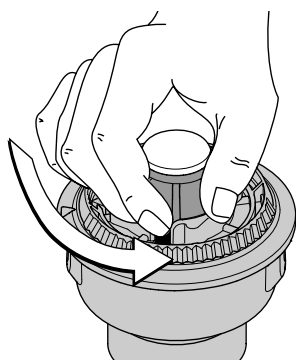

Fig. 26
1. Sostenga la bobina exterior y desenrosque la perilla percusiva en sentido antihorario (Fig. 26).